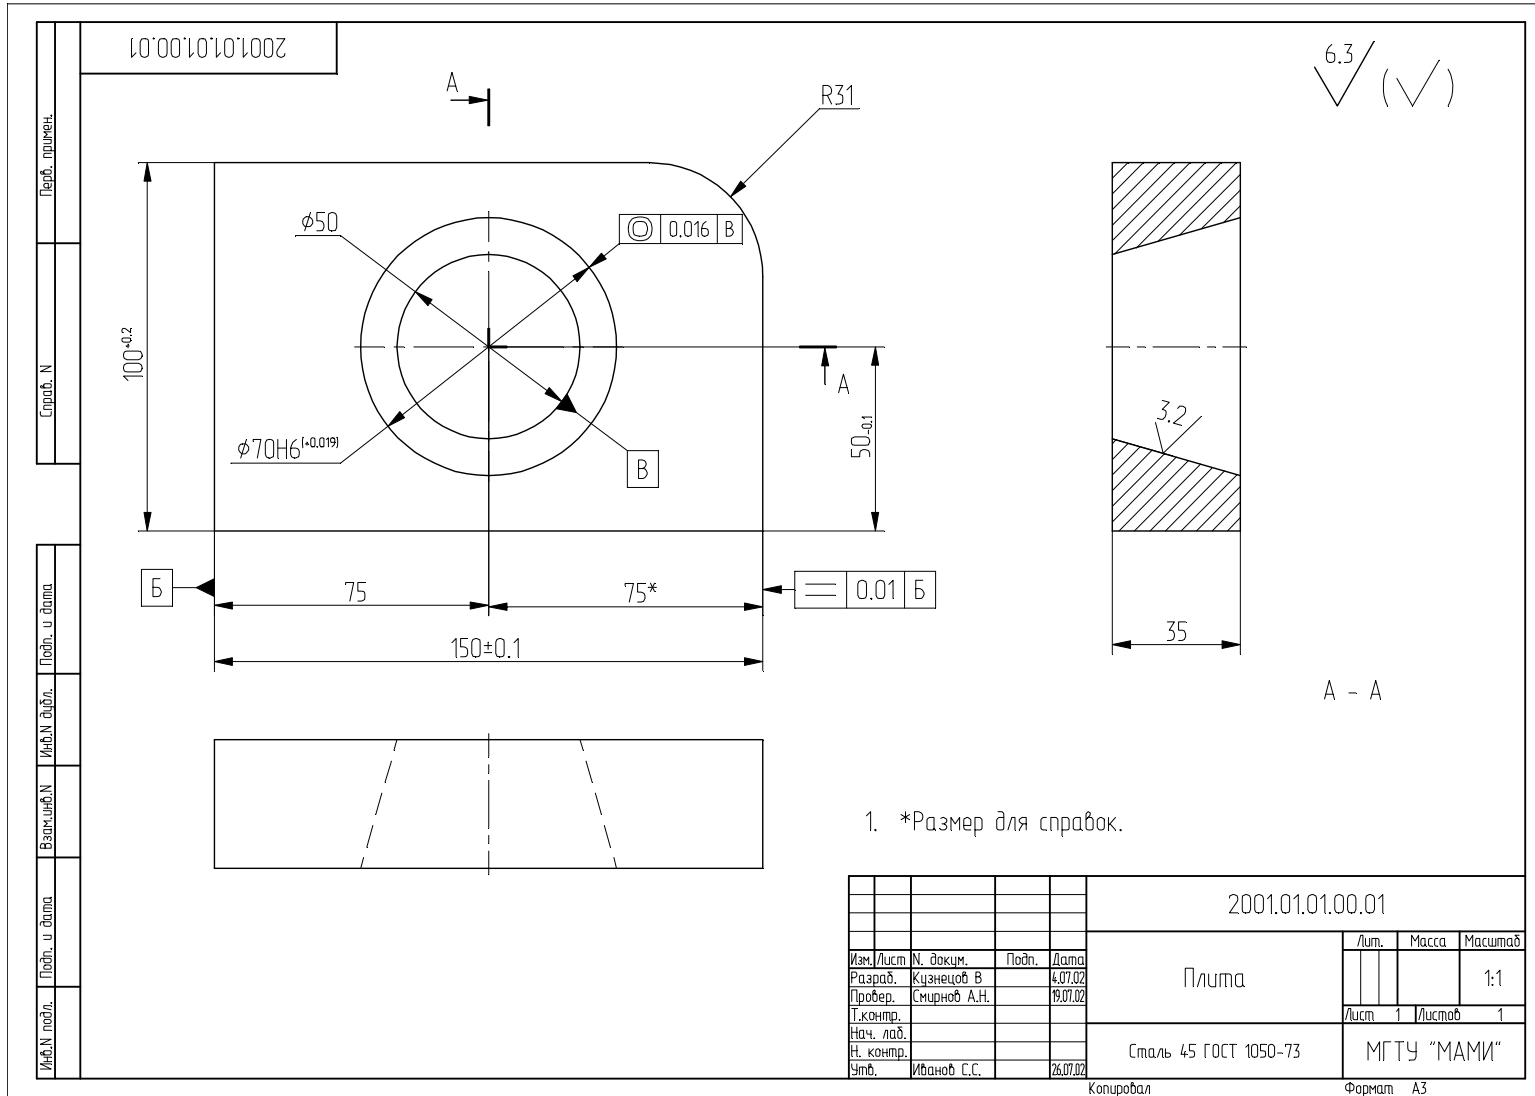
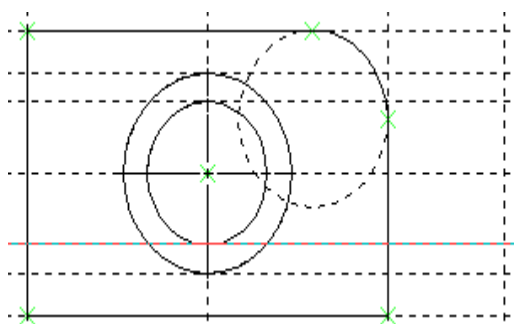
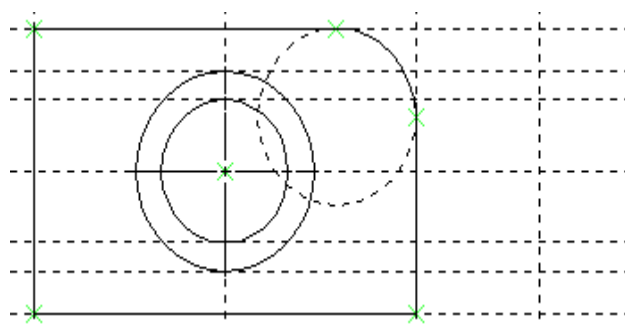

Рис. 1.1. Чертеж детали.
Рис. 1.30
Рис. 1.31
Создание параметрического чертежа разберем на примере детали показанной на рис. 1.1. Процесс построения параметрического чертежа может быть разбит на два этапа: 1) создание чертежа в тонких линиях (линиях построения); 2) оформление чертежа (обводка линий построения, нанесение размеров, шероховатостей и т.д.).
3. Создать относительную систему координат, в которой будем вести построение одного из видов детали (рис. 1.1), например главного. Отметим, что любой чертеж системы T-FLEX CAD имеет систему координат, заданную по умолчанию. Условимся называть эту систему абсолютной. Точка с координатами (0;0) этой системы расположена в левом нижнем углу формата чертежа. Для создания относительной системы координат необходимо войти в команду «Построения|Прямая» и выбрать в появившемся автоменю пиктограмму  (рис. 1.3). Результат этого действия - на экране появятся две перпендикулярные прямые, перемещающиеся вместе с курсором мыши (рис. 1.4). Для привязки этих линий к чертежу достаточно указать курсором в нужную точку и нажать левую клавишу мыши. После этого перпендикулярные линии окажутся зафиксированы. Однако при необходимости их можно сместить. Об этом будет сказано далее.
Описанную последовательность действий необходимо выполнить и для окружности диаметром 50 мм (рис. 1.30). Теперь остается только создать правую границу вида справа, т.е. задать толщину детали - 35 мм (рис. 1.1). Для этого введем параметр «-В» = 35 мм. Толщина детали задается аналогично заданию габаритных размеров детали по п.4. В результате мы должны получить чертеж, показанный на рис. 1.31.
12. Создать штриховку на виде справа в соответствии с рис. 1.1. Выберем команду «Чертеж|Штриховка». Затем переместим курсор к любому узлу
15. Проставить на созданном чертеже размеры. Выберем для этого команду «Чертеж|Размер». Теперь можно выбрать любые две линии построения для простановки линейного или углового размера. Выберем две крайние прямые линии на главном виде с помощью левой клавиши мыши. При этом вместе с курсором начнет перемещаться и появившийся размер. Зафиксируйте его положение нажатием на левую клавишу мыши. В появившемся на экране диалоговом окне «Параметры размера» можно задать различные значения параметров размера. После установки нужных значений нажмем в этом окне кнопку <ОК>. На экране появится проставляемый размер (рис. 1.34). Размер шрифта можно поменять в команде «Настройка|Статус» на закладке «Шрифт». Остальные линейные размеры, показанные на рис. 1.1 создаются точно также.
Клавишей <M> можно задать вид проставляемого размера. Клавиша <Tab> поможет вам установить выносную полку в нужном направлении. После того, как вы укажете курсором на нужное место, нажмите левую клавишу мыши, и после нажатия <ОК> в диалоговом окне задания параметров размера на экране появится проставляемый размер. Остальные диаметральные размеры, показанные на рис. 1.1, создаются точно также. Допуски на размер задаются в диалоговом окне задания параметров размера на вкладке «Допуск». Простановка символа «\*» осуществляется на вкладке «Общие». Установите курсор в поле «После:» и нажмите комбинацию клавиш на клавиатуре <Alt><F9>. При этом появится окно «Вставка символа». В этом окне выберите нужный символ и нажмите <ОК>.
18. Создать обозначение сечения А-А (рис. 1.1). Выберите команду «Чертеж|Обозначение вида». В автоменю выберите необходимое обозначение: простое сечение , сложное сечение , вид по стрелке , вид . Первые два обозначения привязываются к узлам чертежа. Вид по стрелке и вид создаются в любой области чертежа. Диалоговое окно задания параметров указанных обозначений вызывается из автоменю команды «Чертеж|Обозначение вида» нажатием на пиктограмму .
Выполненные действия позволяют получить законченный машиностроительный чертеж в соответствии с рис. 1.1.
1. Создать параметрический чертеж в соответствии с рис. 1.1.